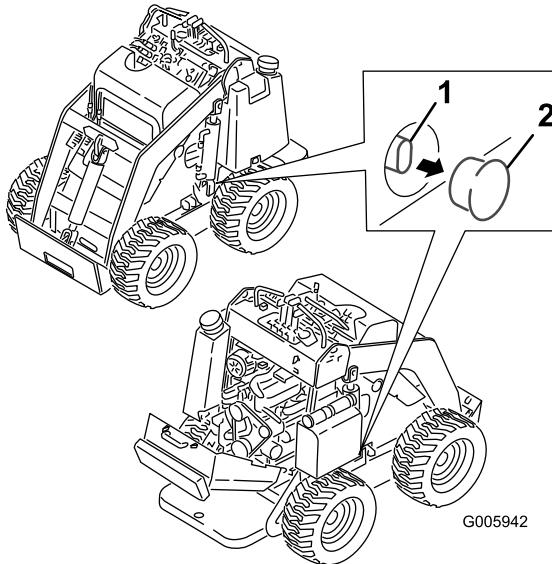

Рисунок 19
2. Снимите заглушки, закрывающие клапаны буксировочного устройства, расположенные под каждым топливным баком (Рисунок 19).